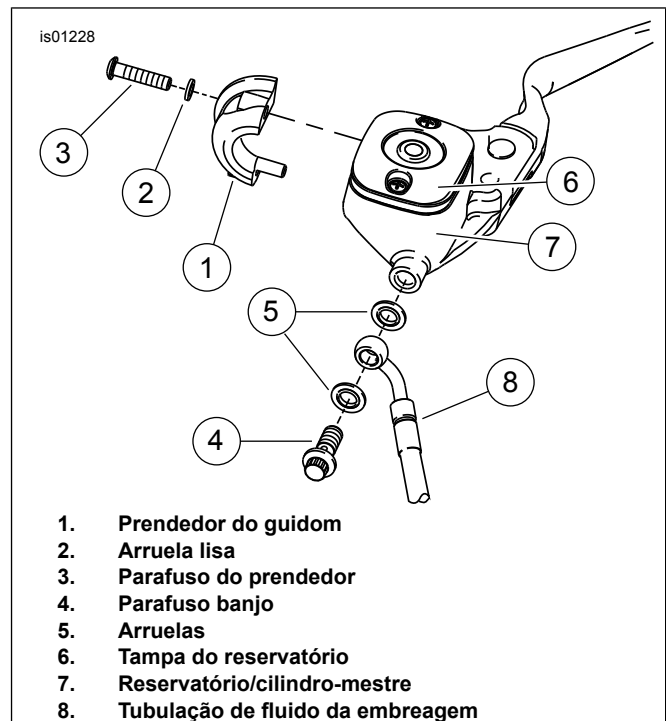

Figura 1. Conjunto do reservatório/cilindro-mestre da embreagem
2. Veja Figura 1. Enquanto segura o recipiente sob o conjunto parafuso banjo/mangueira hidráulica (4, 8), remova o parafuso banjo e deixe que o fluido de embreagem drene do reservatório para o recipiente. Quando o reservatório parecer vazio, remova o parafuso banjo e a mangueira hidráulica.